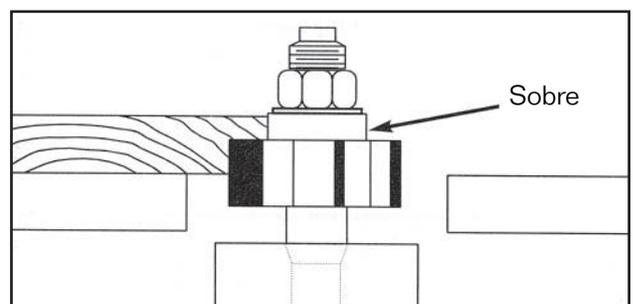

Figura 28. Collar de roce colocado sobre el cortador
1. **SOBRE LOS CORTADORES** como se muestra en la Figura 28. Este ajuste es el más seguro y produce los resultados más consistentes. El único inconveniente es que el corte es en la parte de abajo de la pieza de trabajo, sin que el operador se percate de ello. Sin embargo, si la pieza de trabajo se levanta de la mesa, Solo deberá correrla una segunda vez para terminar el corte.